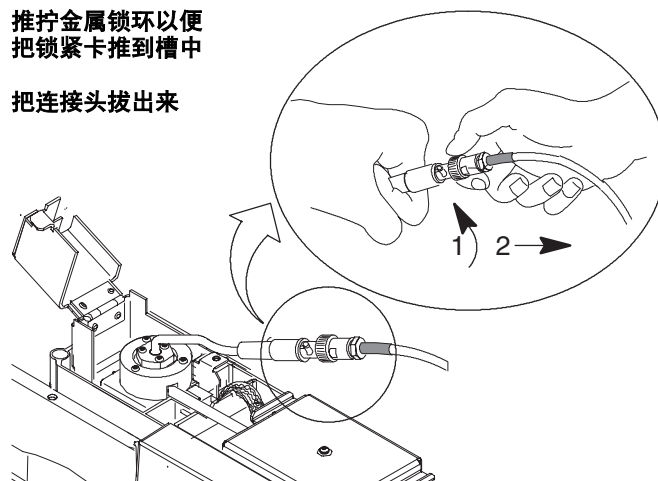

图 3 拆下铷珠连接头
- 1 拧动金属环拉出电缆头，从蓝色电缆上把 NPD 铷珠连接头拆下来，如图 3 所示。